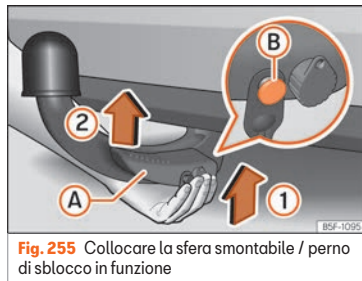

Fig. 255 Collocare la sfera smontabile / perno di sblocco in funzione
- Sostenere la sfera smontabile **dal basso** » » fig. 255 e incastrarla nell'alloggiamento